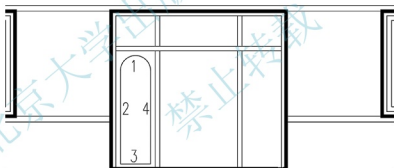

图 4.34 修剪多余的线
(3) 执行菜单栏中的【绘图】|【圆】|【相切、相切、相切】命令, 启动【相切、相切、相切】命令画圆。
① 在 CIRCLE 指定圆的圆心或[三点(3P)/两点(2P)/相切、相切、半径(T)]: _3p 指定圆上的第一个点: 提示下, 将光标放到如图 4.34 所示的 2 线偏上部位, 当出现切点捕
(4) 用【修剪】命令把多余的线修剪掉, 结果如图 4.34 所示。